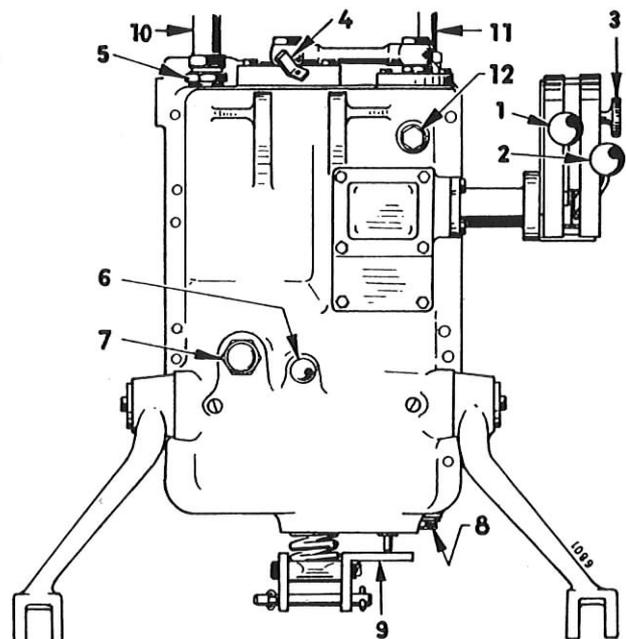
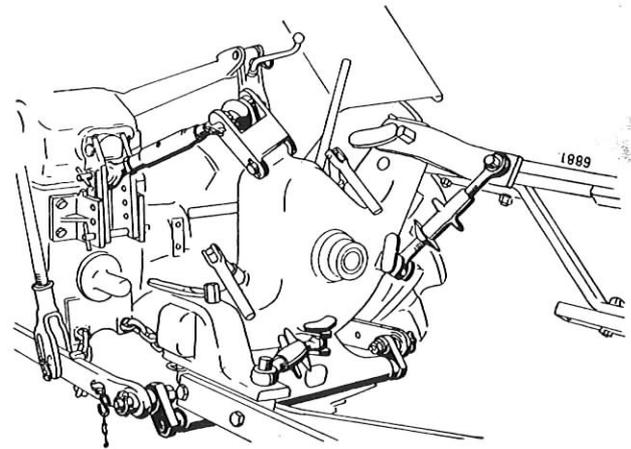
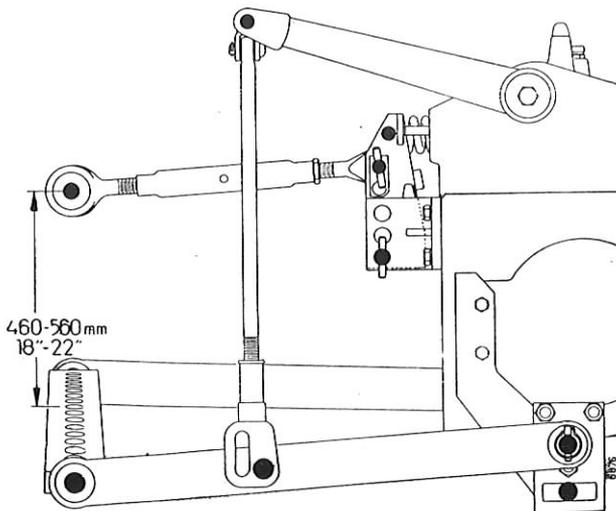

Bild 75
Bild 76
Bild 78
Die Tiefe der Pflugfurche wird nicht mehr wie bei der Normalhydraulik mit Hilfe des oberen Lenkers eingestellt, sondern nur mittels Tiefeneinstellhebel (2), Bild 75. Der obere Lenker selbst hat nur den Zweck, das Gerät parallel zur Furchensohle zu führen (d. h. vorderer und hinterer Pflugkörper müssen gleich tief gehen) und die Regelkraft zu übertragen. Die Länge des oberen Lenkers bei einmal erreichter paralleler Stellung des Pfluges zur Furchensohle ist auch bei Tiefenänderungen der Furche nicht mehr zu verändern. Nur bei extremen Abweichungen bei Saatkpflügen und Schälen können geringfügige Änderungen erforderlich werden.
Um das Öl einzufüllen, das Belüftungsfilter (7) Bild 75 heraus-schrauben. Durch die Öffnung das Öl bis zur Ölstand-marke des Meßstabes einfüllen. Hierbei ein feinmaschiges Sieb verwenden. Der Meßstab ist am Belüftungsfilter be-festigt. Um zu messen, den Filterkörper nicht einschrauben, sondern auf den Rand der Bohrung aufsetzen.
Lageneinstellhebel (1) Bild 75 ganz nach unten schie-ben, das ist zugleich Schwimmstellung.
Der Anschlußpunkt am Pflug für den oberen Lenker muß von den Pfluganschlußpunkten für die unteren Lenker einen Abstand von mindestens 460 mm, höchstens 560 mm haben, Bild 78. Trifft dies nicht zu, so müssen die Anschlußpunkte am Pflug entsprechend verlegt werden.
Sollten hierbei im oberen Lenker bei der Arbeit weder Zug- noch Druckkraft vorhanden sein und dieser lose hängen, so müssen die Anschlußpunkte für die unteren Lenker am Pflug noch weiter nach oben verlegt werden, Bild 76 und 77, wobei das Maß zum oberen Koppelpunkt 460 mm jedoch nicht unterschreiten soll, siehe Bild 78. Anzustreben ist hier ein Maß von 550 mm.
Der Geber (9), Bild 75, hat außer den drei Bohrungen, welche mit dem Anschlußbock übereinstimmen, am freien Ende zwei Bohrungen für den Anschluß des oberen Lenkers. Die Empfindlichkeit der Regelhydraulik wird wesentlich durch die Befestigung des oberen Lenkers in der unteren oder oberen Bohrung beeinflusst, Bild 78.
Von Zeit zu Zeit muß das Ansaugfilter (5), Bild 75, gereinigt und das Öl gewechselt werden.
Ablaßstopfen (8), Bild 75, herausschrauben und das herausfließende Öl auffangen.